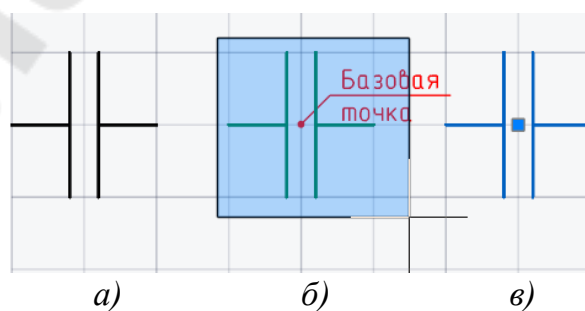

Рис. 3.223 Создание блока для обозначения конденсатора: а – исходные объект; б – указание базовой точки и объектов блока; в – результат
Пример 27. Создадим в виде блока условное графическое обозначение конденсатора в схемах электрических цепей. Исходные объекты, формирующие обозначение конденсатора, но не объединенные в блок, показаны на Рис. 3.223, а.
3. Нажимаем кнопку **Указать**  и после сворачивания окна указываем базовую точку в условном центре объектов, обозначающих обозначение конденсатора (рисунок 3.223, б). После нажатия **ENTER** возвращаемся в диалоговое окно, в полях координат *X: Y: Z:* будут отображаться координаты базовой точки.
- нажимаем кнопку **Выбрать** , после свёртывания окна указываем объекты, которые формируют условное обозначение конденсатора (рисунок 3.223, б). Для завершения выбора нажимаем **ENTER** и возвращаемся в диалоговое окно;